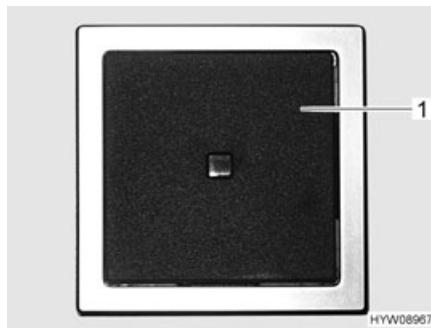

Fig. 100 Interruttore di comando (scaldaacqua)
Con l'interruttore di comando (Fig. 100,1) si inserisce la modalità di funzionamento elettrico. La spia di controllo nell'interruttore deve accendersi.
- Inserire l'interruttore di comando (Fig. 100,1). La spia di controllo nell'interruttore si accende. L'acqua nello scaldaacqua viene riscaldata a 65 °C.
- Spegnere l'interruttore di comando (Fig. 100,1). La spia di controllo nell'interruttore si spegne.
- Spegnere l'interruttore di comando (Fig. 100,1). La spia di controllo nell'interruttore non si accende.